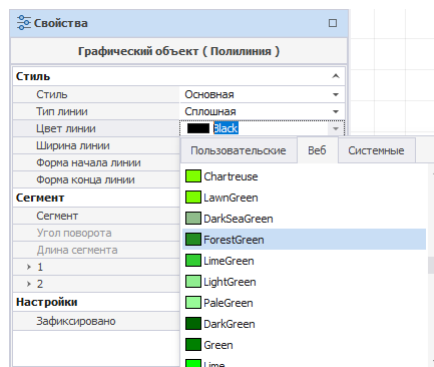

Рис. 293 Выбор цвета линии
- Цвет линии – выпадающий список с выбором цвета линии, Рис. 293;